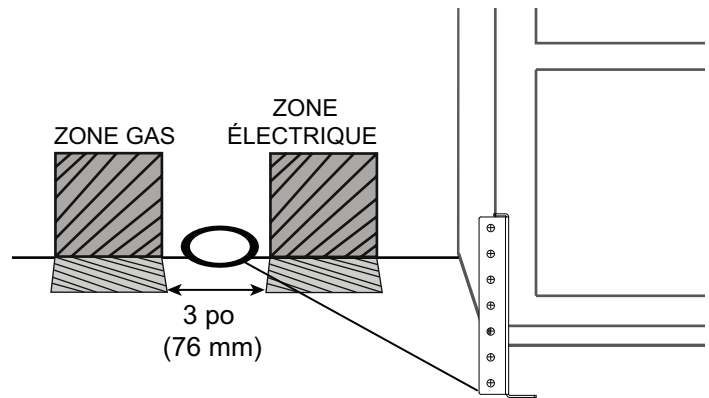
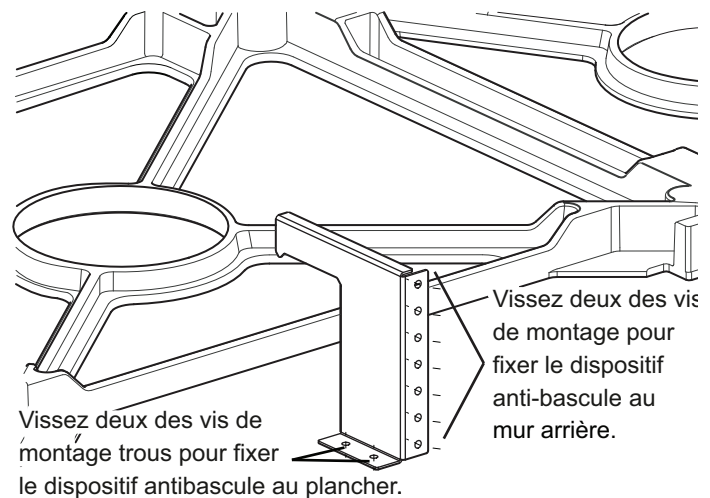

Figure 11 : Emplacement du support anti-basculé
Figure 12 : Support anti-basculé
- Dans tous les cas, vous devez utiliser au moins deux vis de montage pour fixer le support anti-basculé au plancher, ou deux vis de montage (ou ancrages pour cloison sèche) pour le fixer au mur situé derrière l'appareil (voir *Figure 11* et *Figure 12*).
1. Placez le support sur le plancher près du centre de l'endroit où l'appareil sera installé (*Figure 11*).